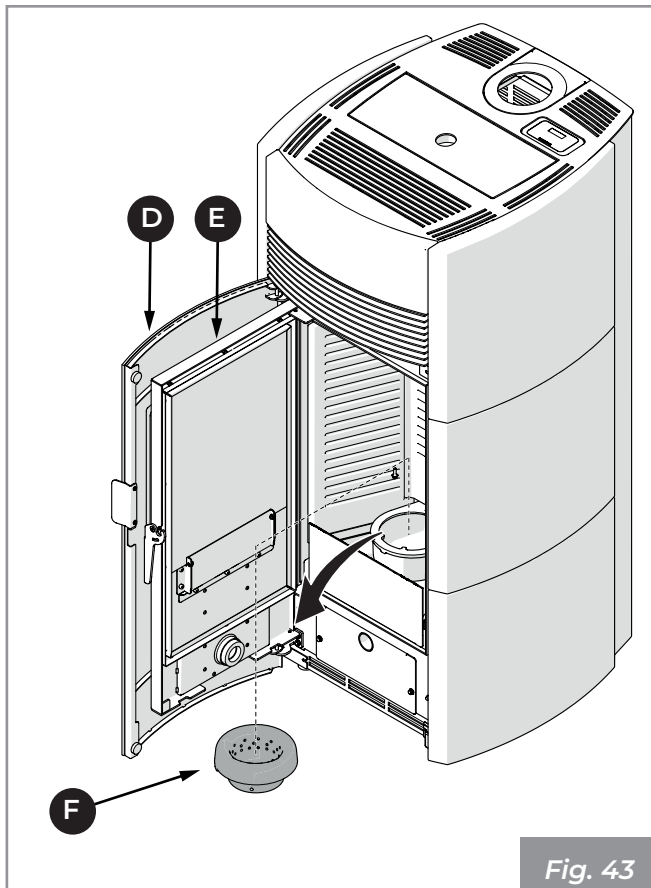

Fig. 43
- Ouvrir la porte (D), la porte de la chambre de combustion (E) et retirer le brasero (F) (Fig. 43).